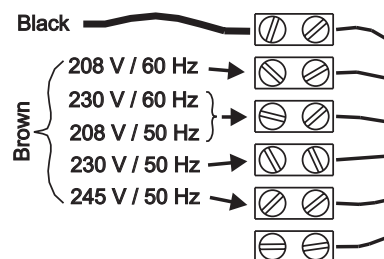

Figure 9: Conexiones del ballast mag.
- 4 Mover el cable marrón de las regletas del ballast a la posición que muestra la Figure 9.